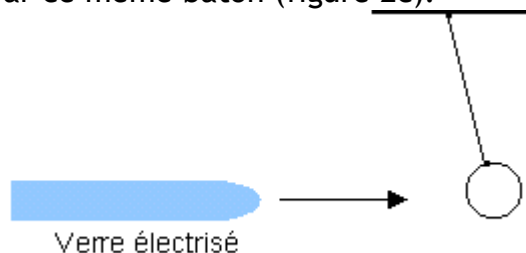

Figure 2c
- Elle est ensuite repoussée par ce même bâton (figure 2c).